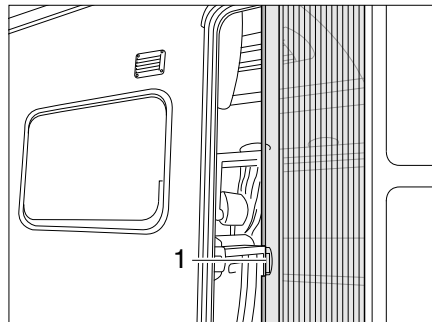

Bild 51 Insektsskydd
- Öppna:** ■ Ta tag i handtaget (Bild 51,1) och dra ut insektsskyddet helt.
- Stänga:** ■ Ta tag i handtaget (Bild 51,1) och skjut tillbaka insektsskyddet.